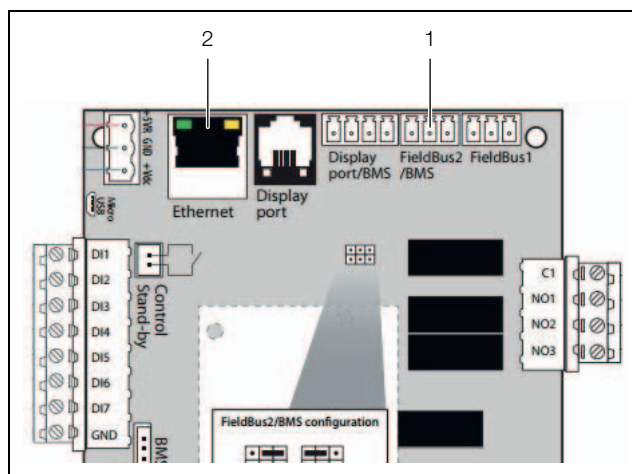

Fig. 10 : raccords
- Sur la carte, utiliser le raccordement « Bus_local_2 » (fig. 10, pos. 1) pour connecter l'appareil à un appareil de contrôle.
- Sur la carte, utiliser le raccordement « Ethernet » (fig. 10, pos. 2) pour connecter l'appareil à un appareil de contrôle.